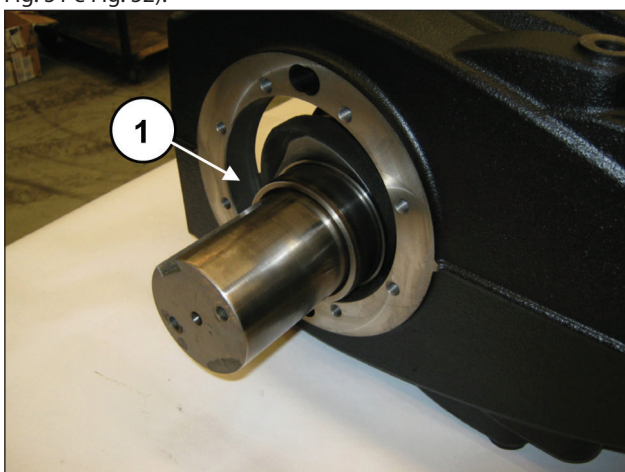
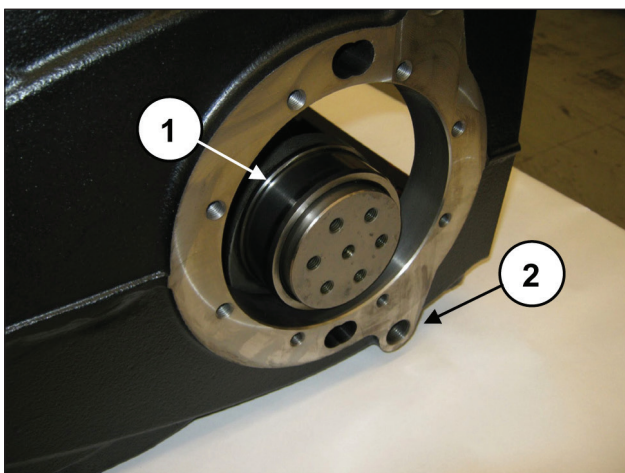

Fig. 51
Fig. 52
O eixo de manivela deve ser sempre montado com o lado PTO da parte oposta, em relação aos furos G1/2" para as tampas de descarga de óleo do cárter da bomba (pos. ②, Fig. 52).
Chegue até a inserção completa do eixo no carter (pos. ①, Fig. 51 e Fig. 52).